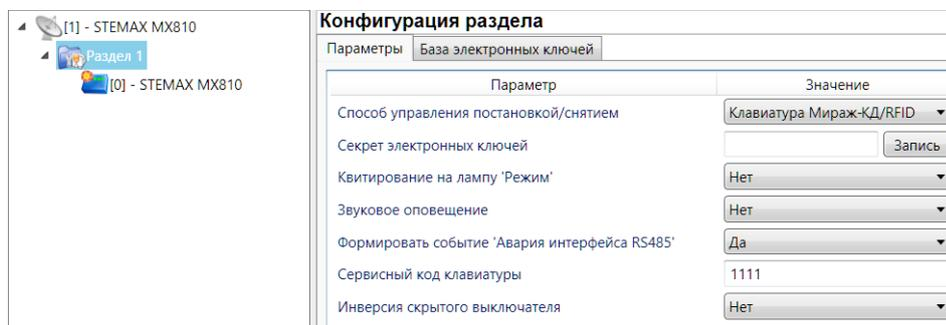

Рис. 4.3. Вкладка *Параметры*
1. Перейдите на вкладку *Параметры* (рис. 4.3).
1. Нажмите кнопку (рядом с полем *Секрет электронных ключей* на вкладке *Параметры*), см. рис. 4.3 выше.